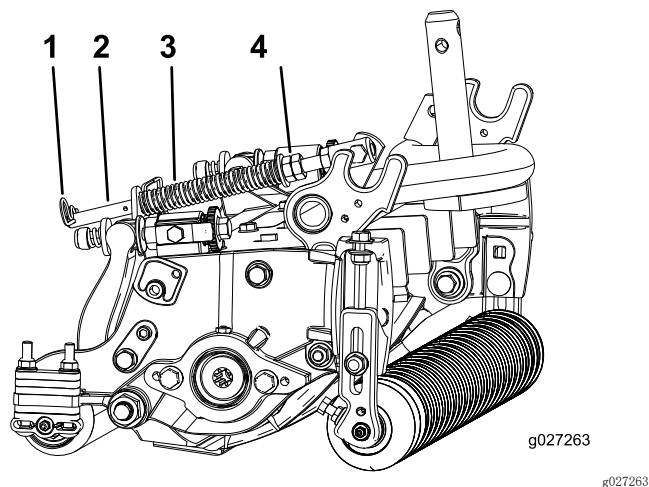

图19
1. 确保发卡销安装在弹簧杆的后孔内（图19）。
2. 拧紧弹簧杆前端的六角螺母，直至压缩后的弹簧长度为 12.7cm，请参阅（图19）。